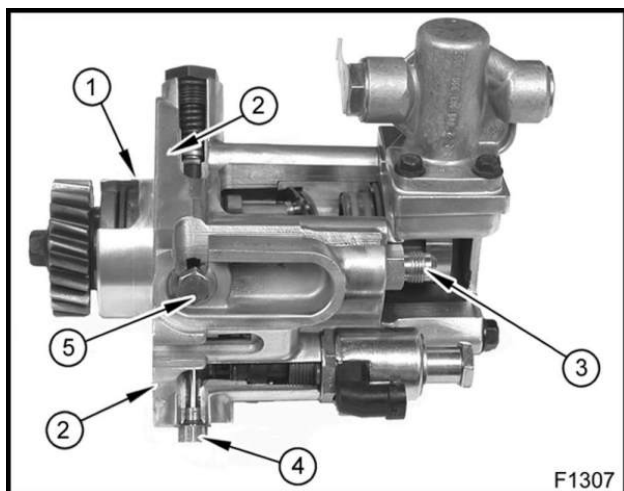

Figure 2 Emplacement des bouchons, du raccord et du boîtier de la pompe
3. Retirer le bouchon d'huile et le mettre au rebut (Figure 2, article 4).
4. Retirer le bouchon d'orifice et le mettre au rebut (Figure 2, article 5).
5. Retirer le raccord de sortie et le mettre au rebut (Figure 2, article 3).